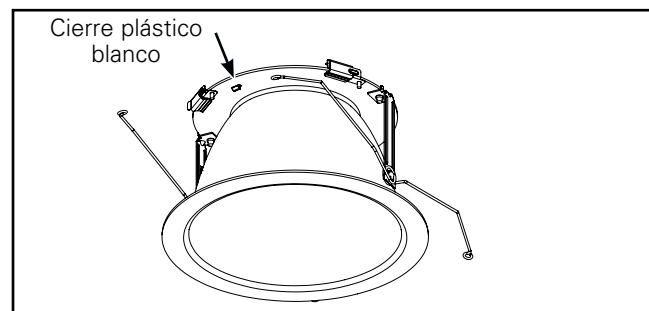
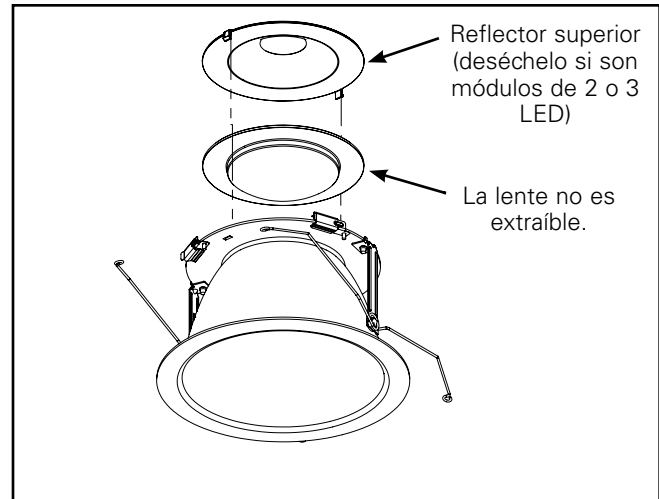

Figura 12.
Figura 13.
4. Si los módulos LED tienen 2 o 3 LED, desenganche con cuidado los pestillos de plástico blancos (Figura 12 y Figura 13) para retirar el reflector superior y luego deséchelo. Conserve el reflector superior en la moldura para módulos de 1 LED.